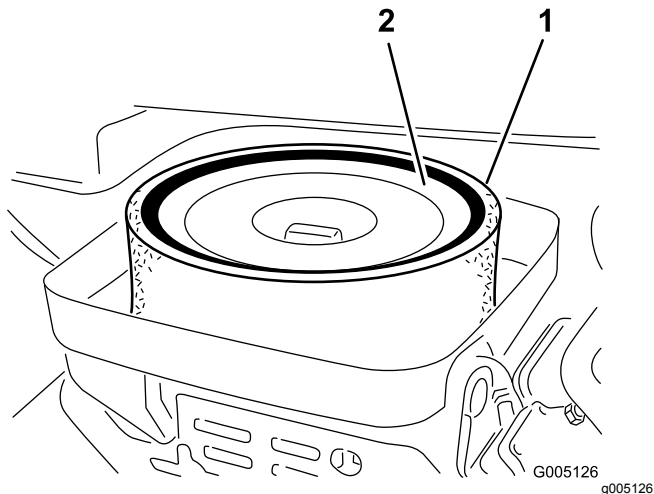

Figura 28
3. Retire a porca que fixa os elementos de filtragem ao corpo do filtro de ar (Figura 28).
4. Se o elemento de esponja se encontrar sujo, deverá retirá-lo do elemento de papel (Figura 28). Limpe-o cuidadosamente, da seguinte forma: